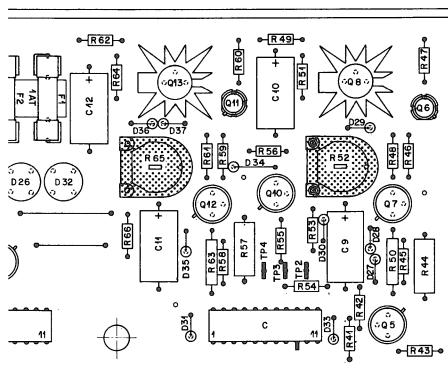

Fig. 4.2.-1
4.2. Abgleich der stabilisierten Speisespannungen (Fig. 4.2.-1)
4.2. Adjustment of stabilized supply voltages (fig. 4.2.-1).